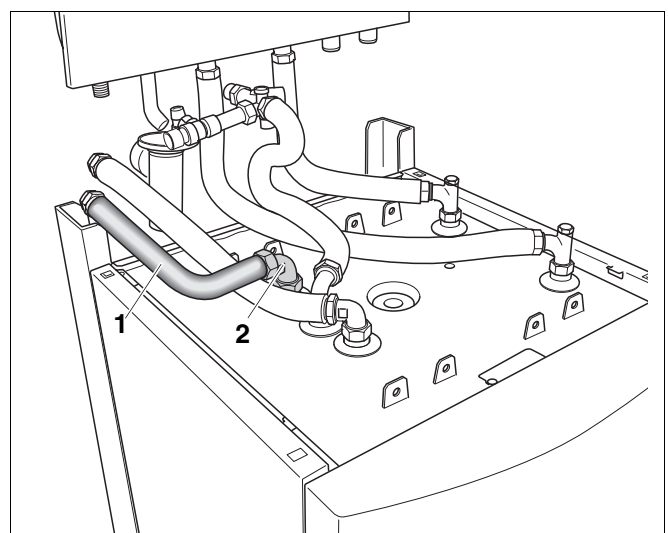

Abb. 14 Zirkulationspumpenanschluss montieren (Unterputzmontage)
- Anschlusswinkel (Abb. 14, **Pos. 2**) am Speicheranschluss EZ eindichten.
- Anschlusswinkel (Abb. 14, **Pos. 2**) ca. 90° nach links ausrichten (siehe Abb. 14).
- Zirkulationsrohr (Abb. 14, **Pos. 1**) mit Dichtung an den Anschlusswinkel (Abb. 14, **Pos. 2**) am Speicheranschluss EZ schrauben.
- Zirkulationsrohr (Abb. 14, **Pos. 1**) an den bauseits erstellten Zirkulationspumpenanschluss anschließen.